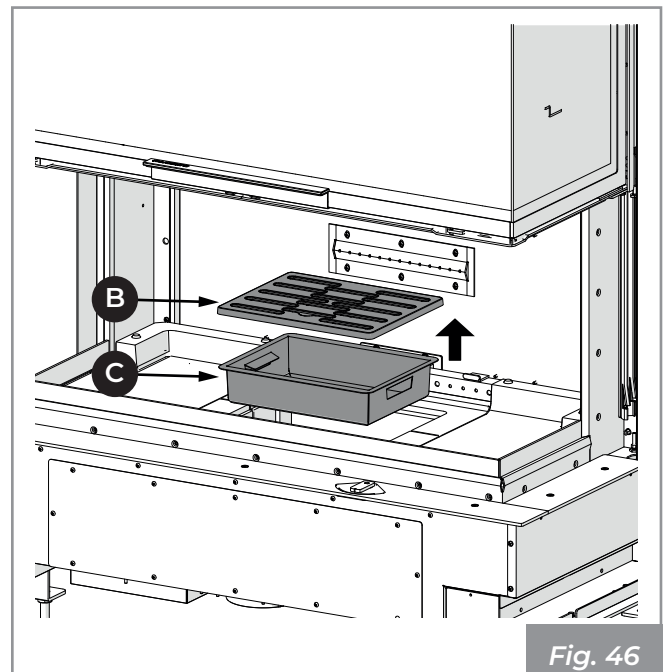

Fig. 46
- 2) Soulever et extraire la grille (B) et le tiroir à cendres (C) (**Fig. 46**).